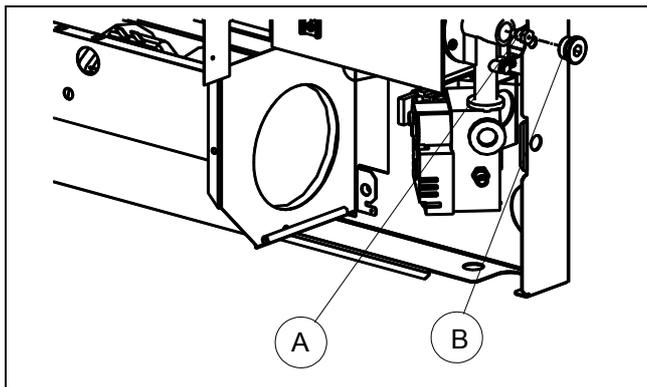
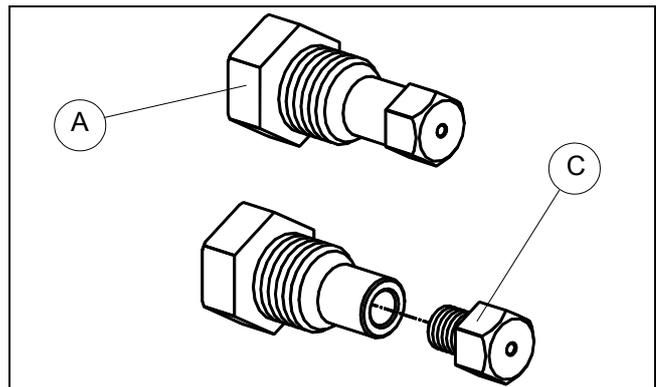

Abb. 27 – BRENNERGRUPPE
Abb. 28 – DÜSENSTOCK MIT DÜSE
1. Mit einem 19er Gabelschlüssel die Kappe B entfernen (siehe Abb. 27).
2. Mit einem 10er Rohrschlüssel den Düsenstock A ausbauen (siehe Abb. 27 u. Abb. 28).